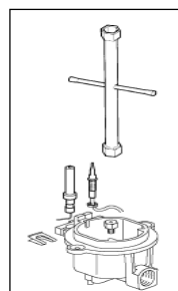

Fig.4b
4. Con una chiave esagonale a tubo da 7 mm, svitare gli ugelli e sostituirli con quelli previsti per il nuovo tipo di gas (Fig.4b) secondo quanto indicato nella tabella N°3.